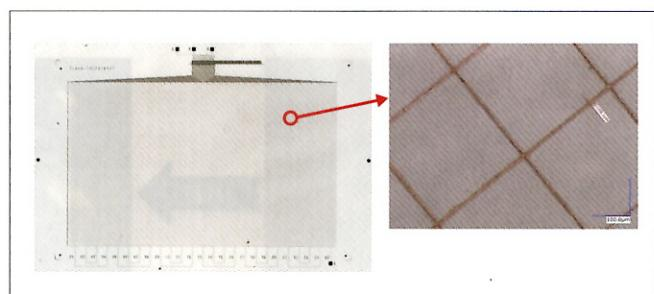

図5 電気印刷した細線（ $10\mu\text{m}$ ）の電気回路
- ①細線（ $10\mu\text{m}$ 幅）の電気回路が印刷できる（図5）